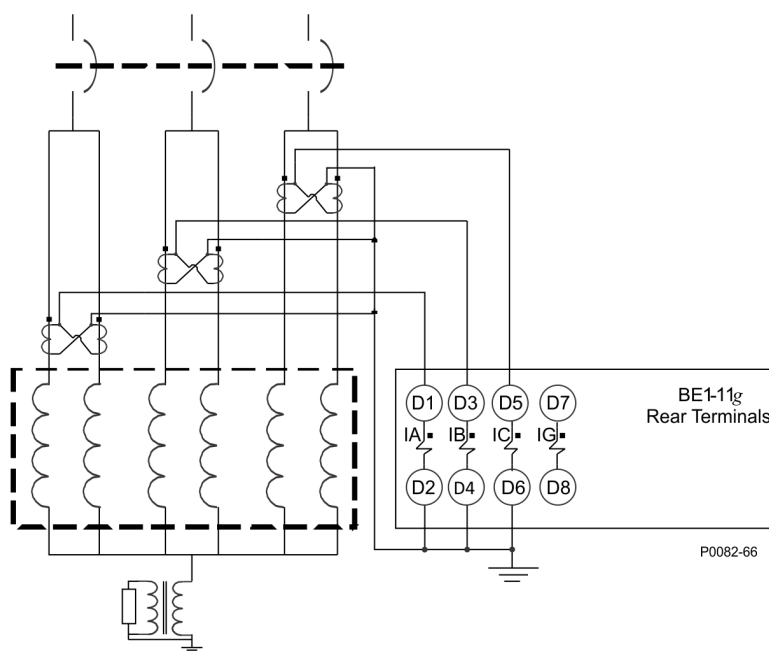

Figure 22-2. Connexions à phase auxiliaire
Dans une configuration à phase auxiliaire, chaque phase des enroulements de l'alternateur est divisée en ensembles d'enroulements parallèles. Cette caractéristique de conception est utilisée pour détecter les courts-circuits inter-spices. Lorsqu'un court-circuit inter-spices se produit, le courant circule dans l'enroulement de l'alternateur en raison du déséquilibre de tension causé par le spire court-circuité. Ce défaut peut être détecté par plusieurs configurations TC différentes. Indépendamment de la configuration TC choisie, un élément de surintensité à temps inverse (51) combiné avec un élément de surintensité instantanée (50) pour chaque ensemble d'enroulements fournit une protection adéquate contre les courts-circuits inter-spices. La configuration TC et le câblage vers le BE1-11_g sont illustrés à la Figure 22-2.